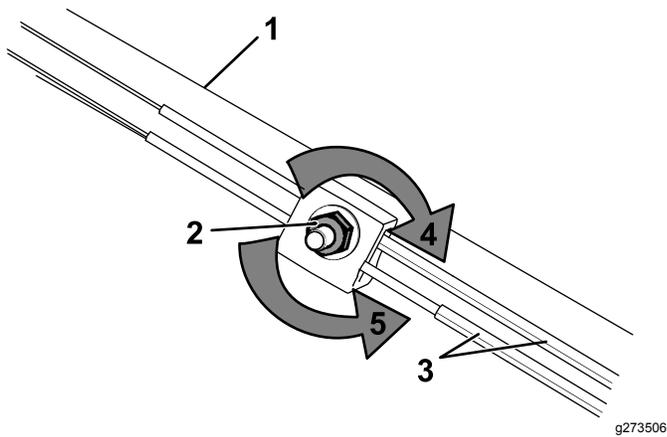

Рисунок 30
1. Поверните регулировочную гайку против часовой стрелки, чтобы ослабить натяжение троса (Рисунок 30).
- Отрегулируйте натяжение тросов (Рисунок 30), потянув их назад или вперед, затем удерживайте в этом положении.